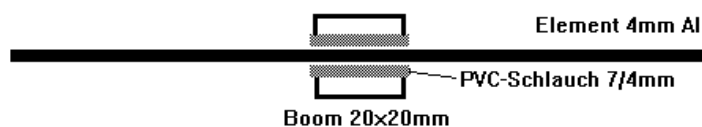

Abbildung 2
- Speiseelement: Entscheidend ist seine Position und die Anpassung an die Speiseleitung, nicht aber die mechanische Ausführung (Länge, Dicke)! Ein T-Match kann leicht auf optimales SWR abgestimmt werden (Abbildung 2).
An den Punkten A-B (Abbildung 2) kann man ein 4:1 Balun mit einem Koaxkabel einfügen. Diese Methode wurde schon vor mehr als 30 Jahren im bekannten „Rothammel-Antennenbuch“ beschrieben. Statt des Baluns kann man auch ein Gamma-Match verwenden: man baut nur eine Hälfte des T-Match und schließt den Innenleiter des Kabels direkt an Punkt A oder B an und legt den Außenleiter an Masse (Boom).